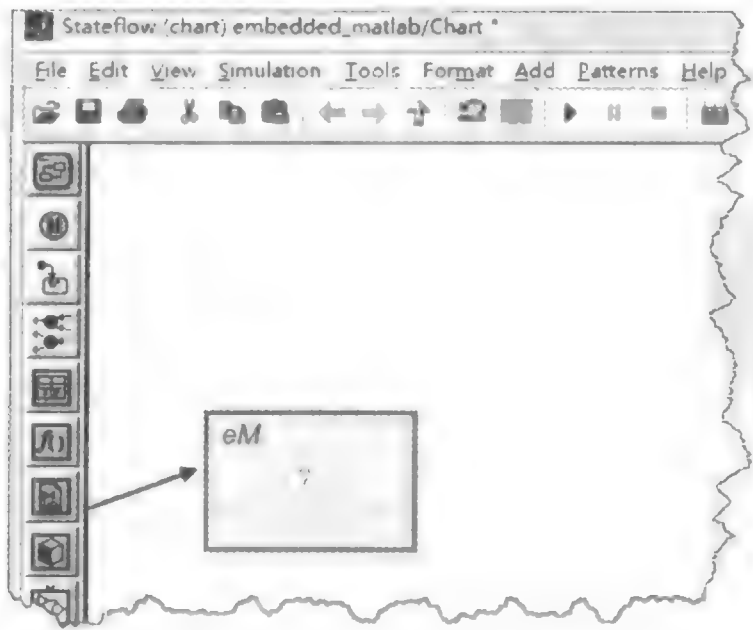

图 3.6.12 添加 Embedded MATLAB 函数
(1) 创建一个包含 Stateflow 图表的 Simulink 模型,然后单击图表编辑器中图形工具栏的 Embedded MATLAB 函数按钮,即可在编辑器空白位置添加 Embedded MATLAB 函数,如图 3.6.12 所示。